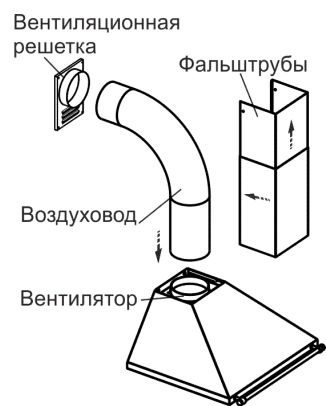

рис. 7
6.3 В зависимости от режима эксплуатации кухонной вытяжки соедините вентилятор с вентиляционной решеткой воздуховодом (рис. 7) или установите на вентилятор угольные фильтры (режим рециркуляции).
6.4 Установите фальштрубы (рис. 7).